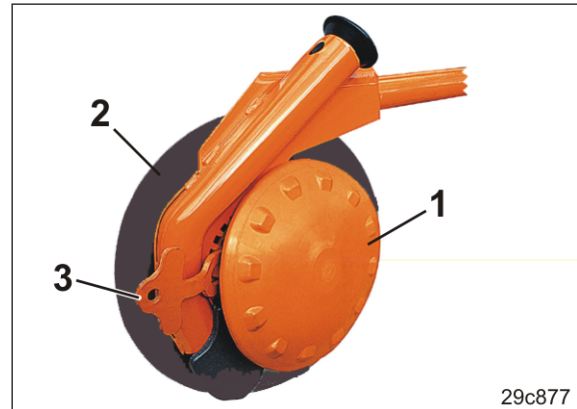

Fig. 60
Die flexible Tiefenführungsscheibe (Fig. 60/1)
- reinigt die Rückseite der Stahlscheibe (Fig. 60/2)
Durch Betätigung des Handgriffs (Fig. 60/3) wird die Tiefenführungsscheibe verstellt oder werkzeuglos abgenommen.
Bei hoher Fahrgeschwindigkeit bewegt die nur 7° zur Fahrtrichtung schräg gestellte Stahlscheibe (Fig. 60/2) wenig Erde.